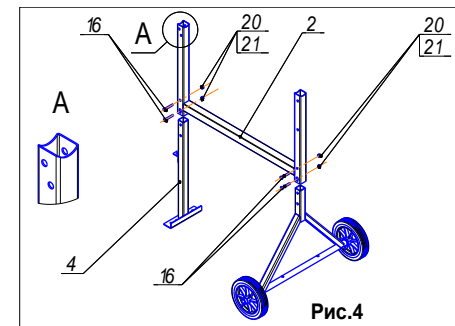

Рис.4
Если замена подшипников не требуется, то необходимо сориентировать шпоночный паз на шестерне и валу, запрессовать шестерню поз.2 на вал поз.1 и повторить переходы в обратном порядке.(рис.4) Если требуется еще и замена подшипников, то предварительно необходимо снять шпонку поз.15. Используя щипцы для установки стопорных колец, вынуть стопорное кольцо поз.15. Используя оправку, выпрессовать вал в сборе с подшипниками со стороны присоединения привода. Снять подшипники поз.13 с вала. Заменить подшипники
9.2. Установить опору левую поз.4 внутрь трубы рамы поз.2, совместить отверстия и установить в них болты поз.16. Обратите внимание на расположение отверстий на увеличенном виде А. С другой стороны установить шайбы поз.21, завернуть гайки поз.22. С другой стороны установить опору правую в сборе, совместить отверстия, установить в них болты поз.16, шайбы поз.21, завернуть гайки поз.20. Схема сборки представлена на рис.4.